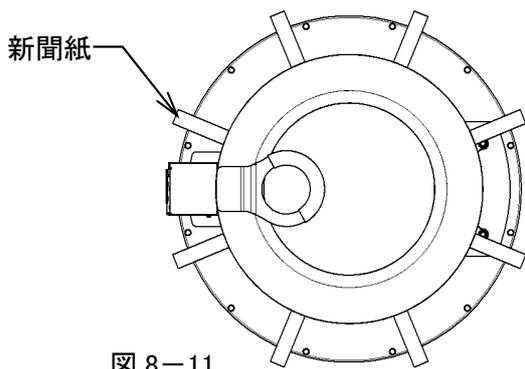

図8-11
- ・その紙を(図 8-11)の様にドアパッキンとドア口金の間に挟み、ドアを閉めます。この時、水分は十分拭取られ、しばらくドアを開放し乾燥されていなくてはなりません。